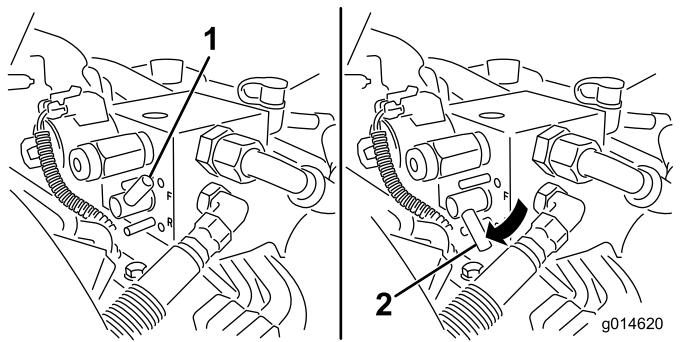

図 50
5. バックラップレバーを逆転R位置にセットする(図 50)。